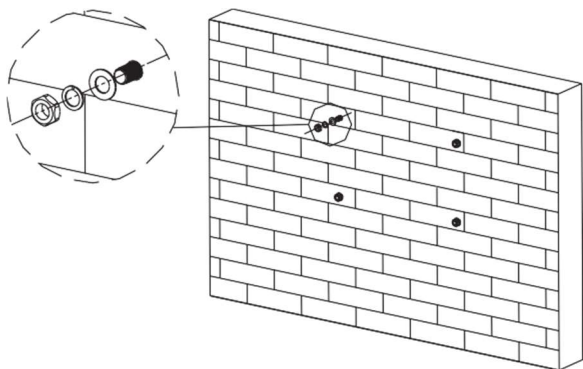

Fig5.4
- Закрепите анкерные болты на стене, как показано на рисунке ниже, вкрутите четыре болта с гайками М6. См. Рис. 5.4.